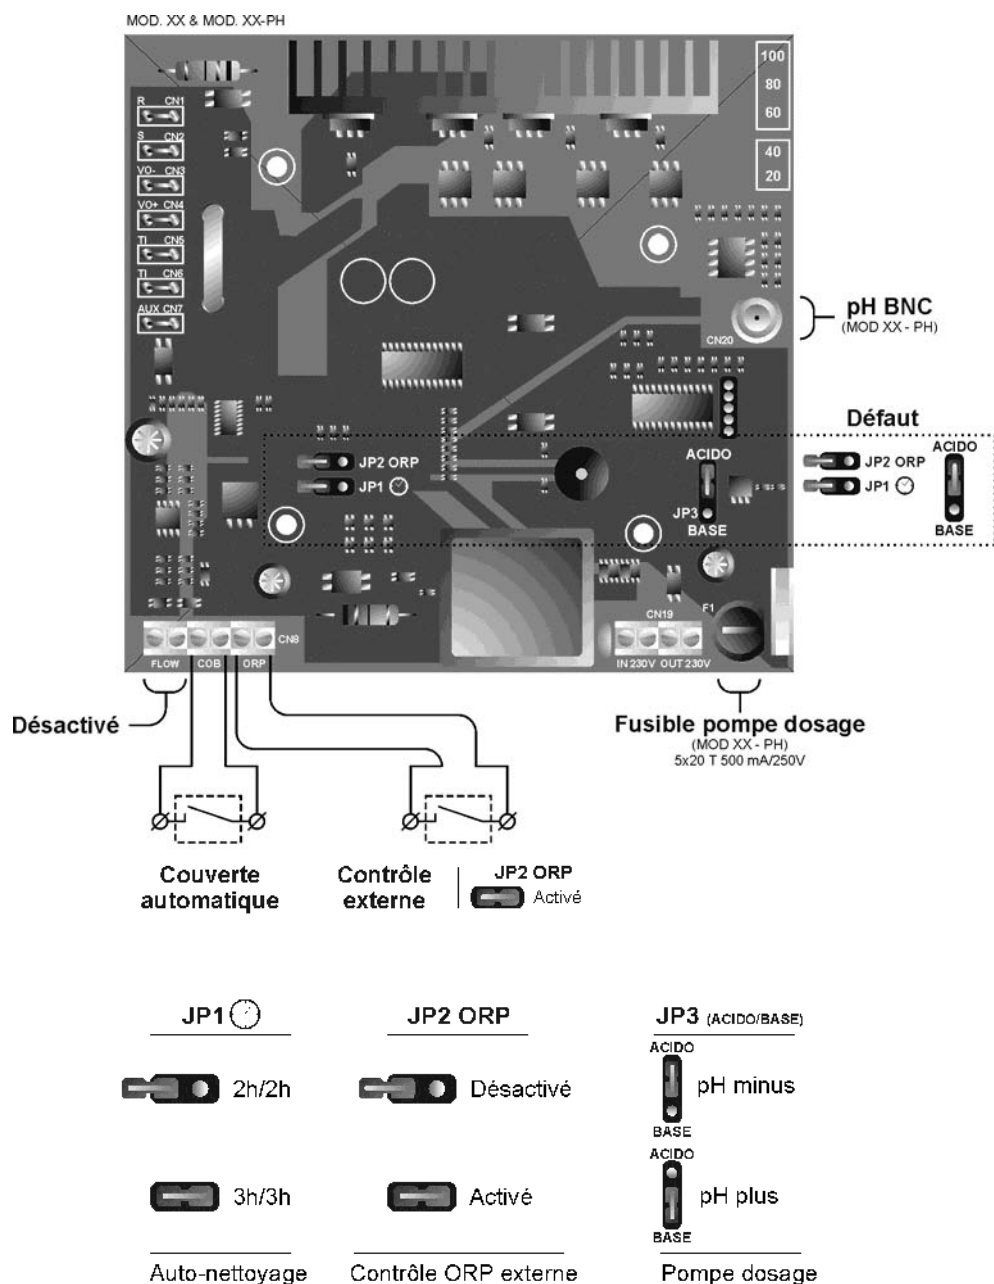

Fig. 16
- **Système d'AUTONETTOYAGE DES ÉLECTRODES :** les leds [5] indiquent l'état de polarisation des électrodes (directe/inverse). La fréquence d'inversion peut être sélectionnée au moyen du jumper « JP1 » situé dans la carte de contrôle du système (Fig. 16). Cette configuration sera effective quand l'on déconnecte et reconnecte la source d'alimentation.